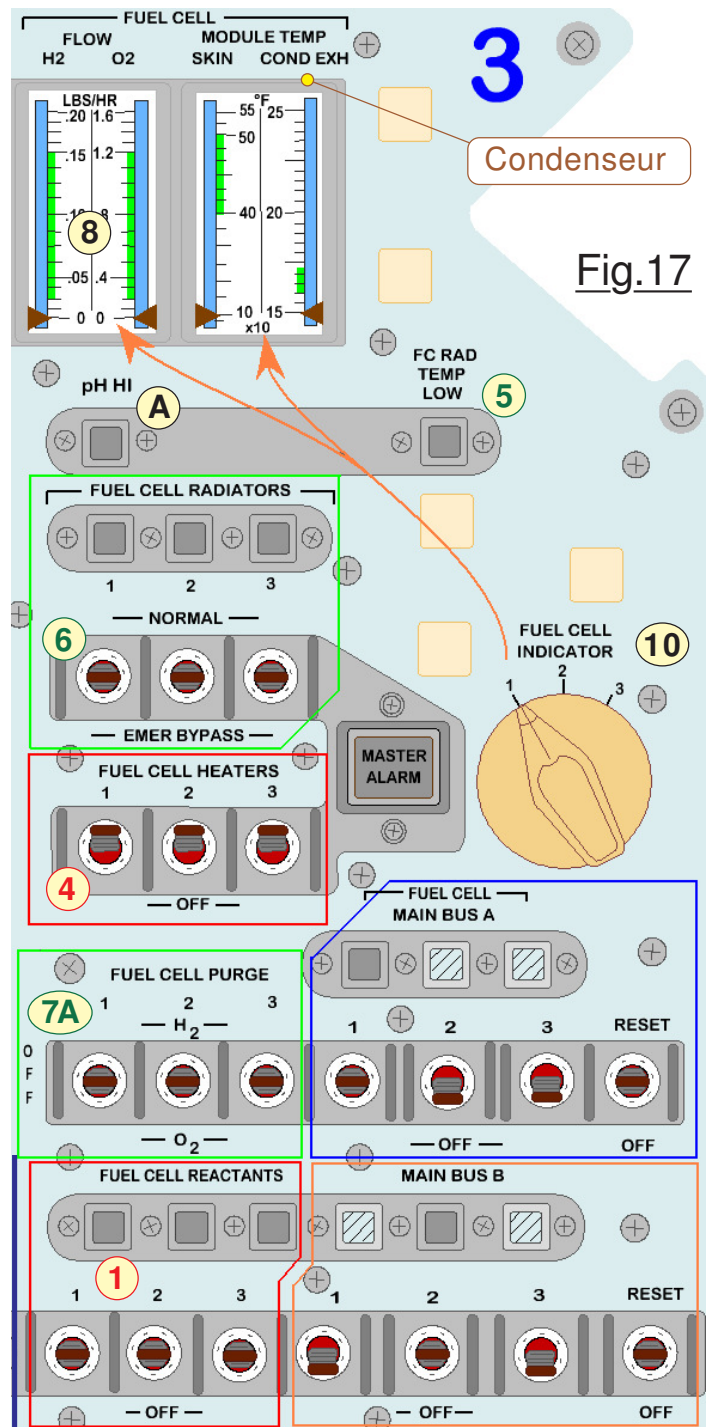
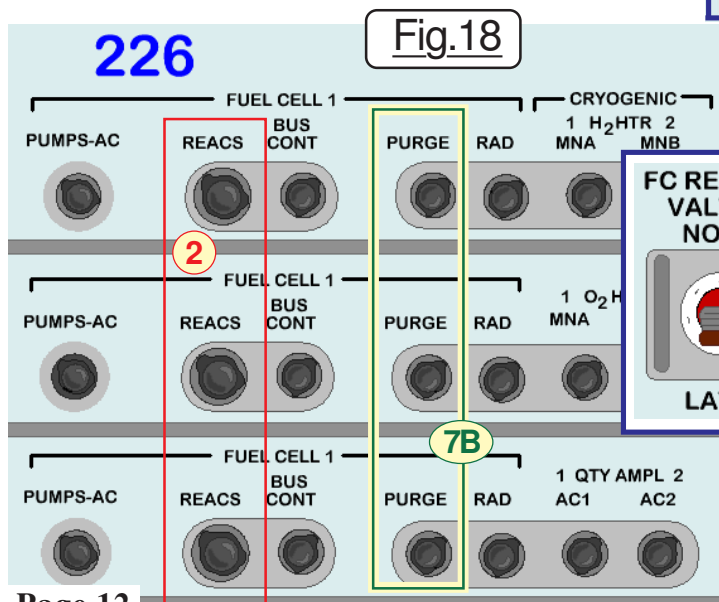

Fig.17
Fig.18
Le flux cryogéniques vers les piles est contrôlée par électrovannes qui sont pilotées par les inverseurs monostables **FUEL CELL REACTANTS** en 1 de la Fig.17 qui actionnés vers le haut ouvrent les vannes. Poussés vers le bas les vannes se ferment et le témoin devient rayé de noir. L'inverseur revient au centre, mais les relais qui pilotent les vannes sont auto alimentés. Dans un vol normal les vannes sont ouvertes pendant le pré-lancement et restent ouvertes pendant tout le vol. Dans la réalité les piles à combustible ne peuvent pas redémarrer. Leur arrêt est définitif. La fermeture de la vanne d'arrêt se traduisait par une perte définitive de la pile concernée. Mais sur ce point NASSP pardonne, la pile est simplement mise en état de veille. Pour éviter une telle action par inadvertance, les sectionneurs **REACS** en 2 du tableau 226 restent ouverts durant la mission. Ainsi les inverseurs **FUEL CELL REACTANTS** sont inopérants. (*Voir Fig.18*) Comme les inverseurs d'arrêt sont enclins à tomber en position fermée quand ils sont exposés à des vibrations, ils peuvent être verrouillés dans leurs positions en plaçant **FC REACS VALVES** sur la position **LATCH** avant d'effectuer une manœuvre de variation de vitesse. (*Mise à feu*
des SPS, séparations) Cet inverseur repéré 3 en Fig.18 se situe vers le bas à gauche du tableau 3.
Une pompe pour chaque pile fait circuler l'eau et le glycol. L'alimentation électrique sur AC1 ou AC2 des pompes est contrôlée par les inverseurs **FUEL CELL PUMPS** situés en haut à gauche du tableau 5. Comme les piles ne fonctionnent que lorsque la température minimale l'hydrogène H2 est de 360° F, il doit être préchauffé par des radiateurs avant de pénétrer dans les systèmes de réaction chimique. Ces radiateurs électriques sont contrôlés par les inverseurs 4 de la Fig.17 juste à coté du MASTER ALARM. En position normale vers le haut, l'hydrogène H2 sera régulé automatiquement à une température correcte. Placés sur **OFF** on déconnecte l'énergie électrique des radiateurs.
( Fig.17) Pour parer ce problème, trois huitièmes des radiateurs peuvent être contournés pour diminuer l'échange de chaleur. L'aiguillage (BY PASS) est contrôlé par les
**P** ar la présence d'impuretés dans les réactifs, les piles à combustible ont besoin d'être purgées régulièrement par utilisation des inverseurs **PILE À COMBUSTIBLE PURGE** situés en **7A** (Tableau 3) de la figure 17. Il faut au préalable activer les sectionneurs **7B** de Fig.18 qui se trouvent sur le tableau 226. Dans la position **H2** la vanne de purge est ouverte et un débit important d'hydrogène traverse la pile **1, 2** ou **3** concernée et en évacue les impuretés. Comme il n'est pas question de renvoyer dans la pile le flux contaminé, le fluide est éjecté à l'extérieur. L'inverseur **9** de l'encadré Fig.18 doit être placé sur **LINE HTR** au moins 20 min avant une purge d'hydrogène pour éviter le gel du fluide sur la buse d'échappement. Dans le cas contraire il ne se passera pratiquement rien. En phase de purge, le débitmètre **FLOW H2** en **8** monte en butée. Le **MASTER ALARM** se déclenche. Si le commutateur **3** de la Fig.19 est placé sur la bonne position on observe une petite diminution du courant fourni en **1** et le passage en butée du voltmètre **2**. La position **O2** ouvre la vanne de purge de l'oxygène. On constate alors une forte augmentation en **8** de débit **FLOW O2** et une petite augmentation de **FLOW H2**. Il n'y a pas de déclenchement d'alerte pour la purge d'oxygène. Cette purge s'accompagne également dans les deux cas, sur les BUS MNA et MNB d'une baisse d'intensité, alors que la tension monte de 28Vcc à 43Vcc. L'effet est cumulatif si on purge plus d'une pile à la fois. Notons au passage que toute purge sur une pile à combustible fait diminuer légèrement les débits d'oxygène et d'hydrogène dans les deux autres. En position centrale les deux vannes de purge sont fermées. Ne pas oublier de replacer sur **OFF** l'inverseur **LINE HTR** une fois les purges d'hydrogène effectuées.
**L** e fonctionnement d'une pile à combustible peut être contrôlé en **8** de la Fig.17 si on place le commutateur **10** dans la position idoine. Ces appareils indiquent le débit d'oxygène et d'hydrogène qui sont significatif du fonctionnement des piles et surtout de leur fourniture en courant électrique. La valeur normale doit situer les index des appareils de mesure dans la zone verte.
Le drapeau **pH HI** du tableau 3 en **A** sur la Fig.17 passe sur l'affichage quand le facteur pH de l'eau devient supérieur à 9, ce qui traduit une fuite de d'hydroxyde de potassium. (*Électrolyte*) **La pile à combustible en défaut doit immédiatement être arrêtée.** Tout incident critique sur les piles à combustible allume l'un des témoins **FC 1** à **FC 3** sur le tableau des alertes et déclenche le **MASTER ALARM**.